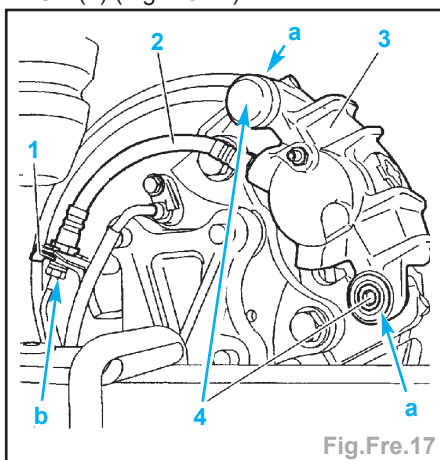
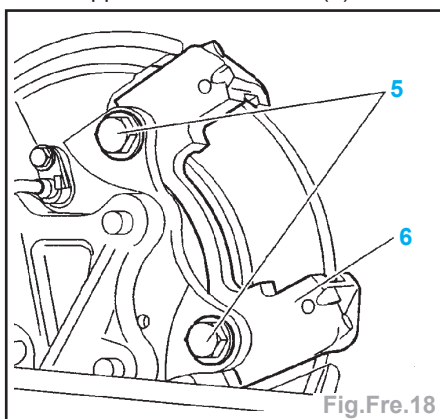
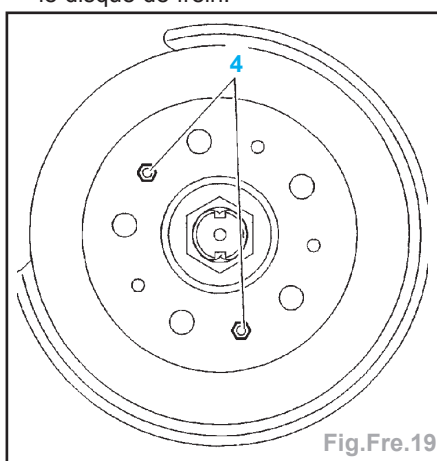

Fig.Fre.17
Fig.Fre.18
Fig.Fre.19
- Déposer la barrette (1) du flexible de frein (2) (Fig.Fre.17).
- Désaccoupler le raccord flexible (2) de la canalisation rigide de frein, en «b».
- Déposer le flexible de frein (2) de l'étrier de frein (3).
- Obturer l'étrier de frein (3).
- les vis (4),
- l'étrier de frein (3),
- Déposer (Fig.Fre.18) :
- les vis (5),
- le support d'étrier de frein (6).
- Déposer (Fig.Fre.17) :
- les vis (4).
- Déposer (Fig.Fre.19) :
- Enduite les vis (5) de LOCTITE FRENETANCH (Fig.Fre.18).